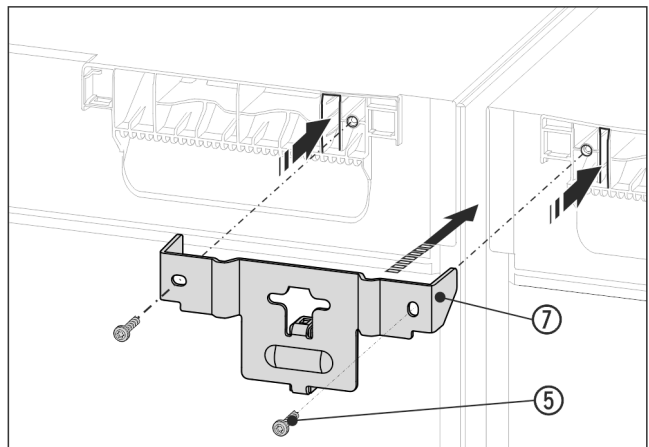

Fig. 15 Przykładowa prezentacja
- ▶ Wsunąć kątownik Fig. 15 (7) z elementem dystansowym między urządzenia i z nakładkami do pokrywy urządzenia. Dokręcić przy użyciu 2 śrub Fig. 15 (5).